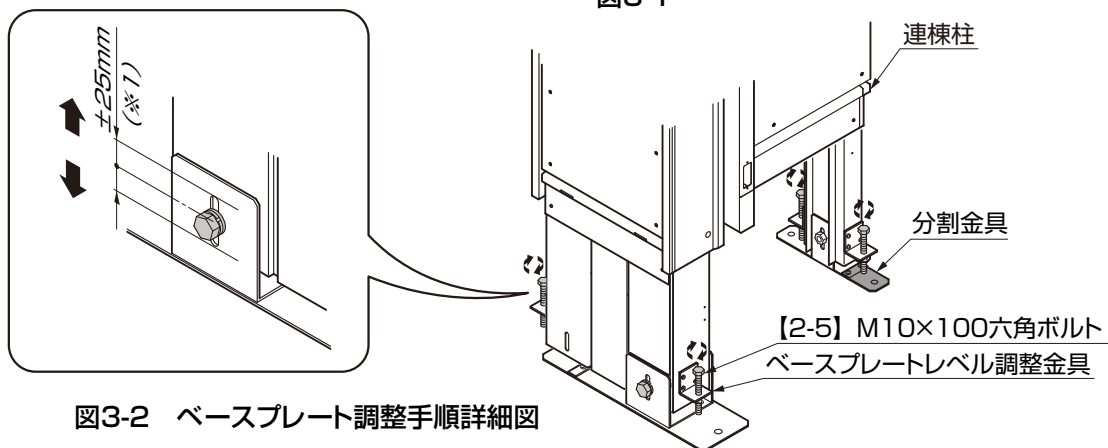

図3-2 ベースプレート調整手順詳細図
- ④ベースプレートレベル調整金具に上方向から [2-5] を軽くねじ込んでください。(図3-2参照)
- 最終的なレベル調整は、ワイドシャッターS-Cタイプ-（電動）取付説明書「6. 基礎コンクリートの施工 6-3 間口寸法と側壁の倒れ調整」時に [2-5] を使って±25mmの範囲（※1）で調整してください。(図3-2参照)